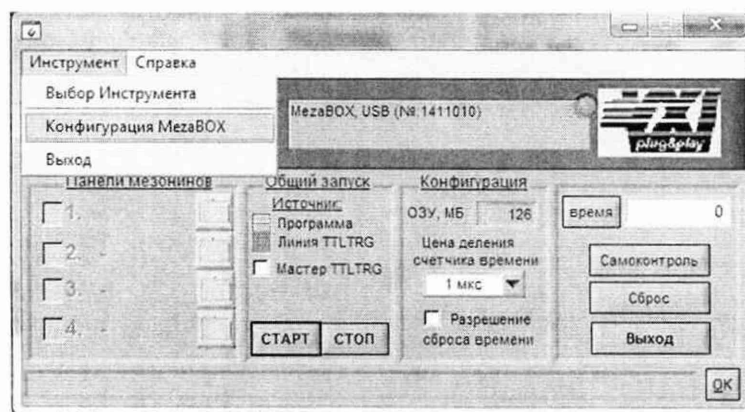

Рисунок 13 – Управляющая панель инструмента НМ
2.3.5 Управляющая панель инструмента НМ (см. ФТКС.66902-01 34 01 Управляющая панель инструмента НМ Руководство оператора) может быть использована для конфигурации ВТ-96. Для открытия окна конфигурации необходимо запустить на исполнение управляющую панель инструмента НМ (в меню Пуск\Все программы\ВХІРNP) «Н.М. и мезонины. Управляющая панель» и выбрать вкладку «инструменты». В ней мы переходим к «Конфигурации MezaBOX», наведя курсор мыши на надпись. После этого кликаете левой кнопкой мыши по надписи (см. рисунок 13). Описание окна конфигурации приведено в п. 2.3.6.1.